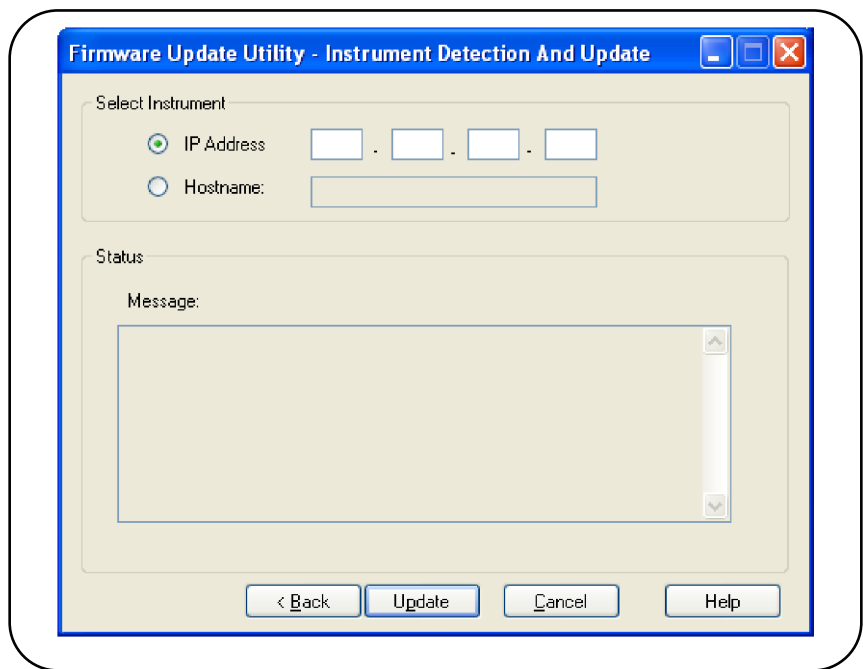

图 2-11. 指定地址或主机名。
3. 输入计数器的 IP 地址或主机名（图 2-11）。选择“Update”启动更新过程。